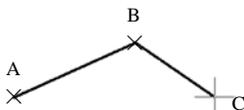

图 4.1.2 操作过程
Step2. 指定多段线的第一点。在命令行 **指定起点:** 的提示下，将光标置于图 4.1.2 所示的第一位置点 A 处并单击。